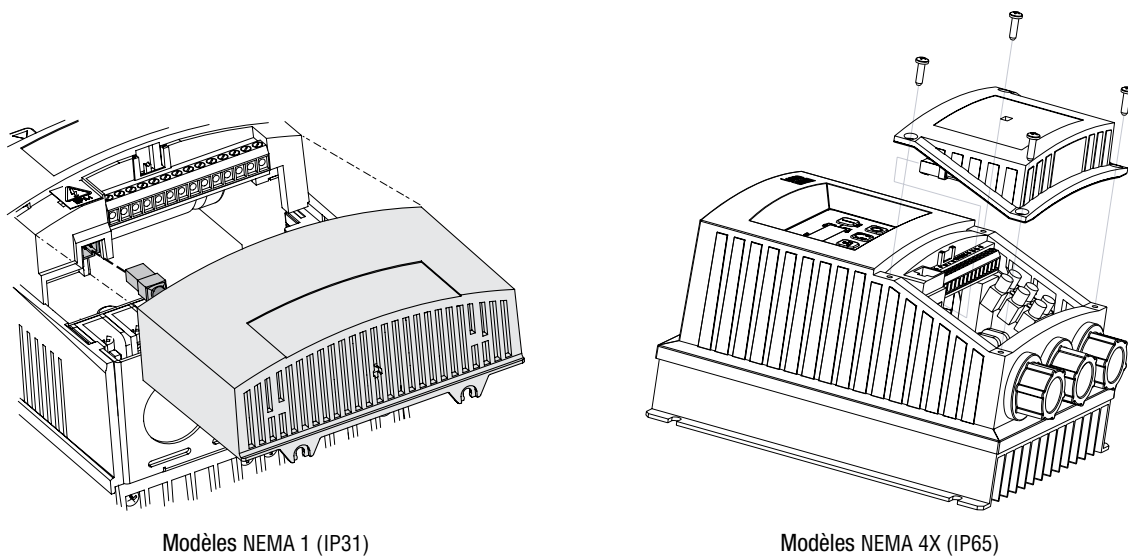

Figure 3 : Remise en place du capot
4. Aligner le capot pour le remettre en place, raccorder le cordon du module au variateur puis bien fermer le capot tel qu'illustré à la Figure 3.